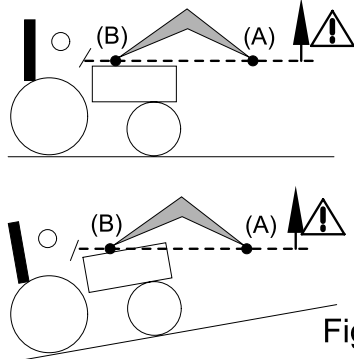

Fig. 2
- Lors de l'opération de levage et pendant le déplacement, veiller à ne pas quitter la charge des yeux à partir du moment où le point de pivot de l'outil (A) dépasse l'horizontale du point de pivot du chargeur (B) [voir fig. 2]. Au besoin, corriger la position de l'outil pour que la charge ne soit jamais dirigée vers le conducteur [voir fig. 3].
⚠ DANGER : Si la charge n'est pas correctement sécurisée, l'opérateur est soumis à un danger de chute de la charge lorsque le point de pivot de l'outil (A) dépasse l'horizontale du point de pivot du chargeur (B) [voir fig. 2].
⚠ DANGER : Il est interdit de caver le chargeur lorsque le point de pivot de l'outil (A) dépasse l'horizontale du point de pivot du chargeur (B) [voir fig. 2].